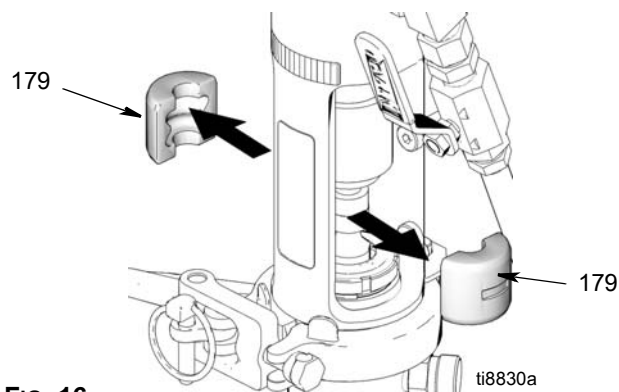

FIG. 16
6. (Fig. 16) Demontați cuplajele tijei (179).